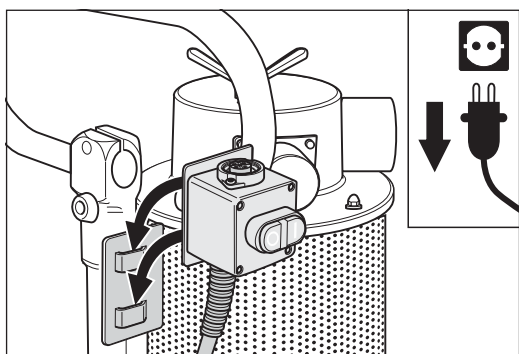

Fig. 21 Raccrochez l'interrupteur Marche/Arrêt au support sur le chariot.
- 3 Décrochez l'interrupteur Marche/Arrêt du support de transport sur le coffret de commutation et accrochez-le dans la fixation se trouvant sur le chariot (fig. 21).